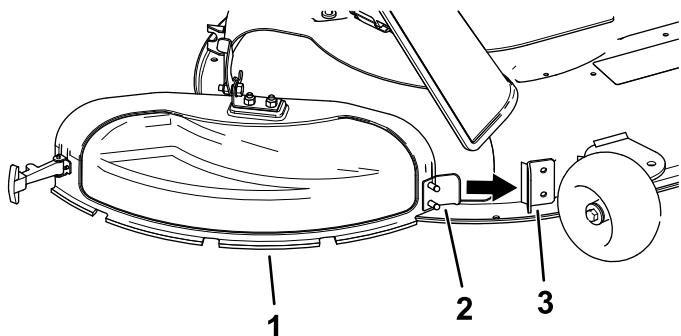

Bild 13
- Winkeln Sie die Metallnase an der Auswurfkanalabdeckung im Schlitz in der Halterung ab, die am Mähwerk angeschweißt ist (Bild 13).